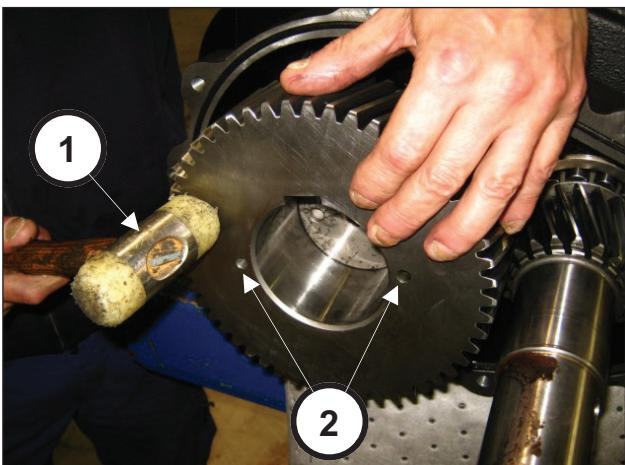

Fig. 70
Monter les 2 goupilles Ø10x24 dans le boîtier de réducteur (rep. ①, Fig. 70) et placer le joint torique (rep. ②, Fig. 71).